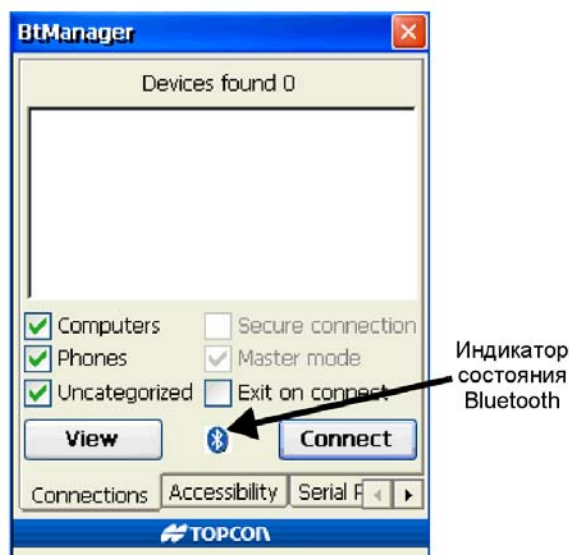

Рисунок 3-3 . BTManager установил соединение с портом GMS-2
2. На панели управления GMS-2 дважды щелкните по иконке BTManager. Сразу после запуска BTManager начинает сканировать порты GMS-2, пытаясь установить соединение с внутренним модулем Bluetooth (при этом индикатор Bluetooth отображается красным цветом). После того, как соединение будет установлено, индикатор Bluetooth сменит цвет на белый (см. рис. 3-3).